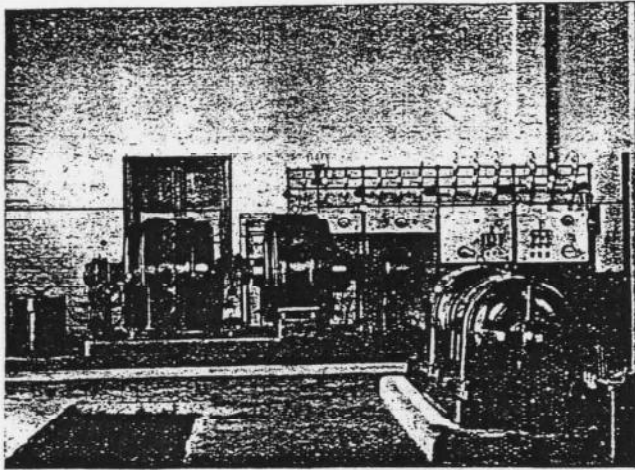

Fig. 7-bis. — Gruppi convertitori e quadro a 5000 V della sala macchine.
5. - Schema elettrico principale (fig. 7).